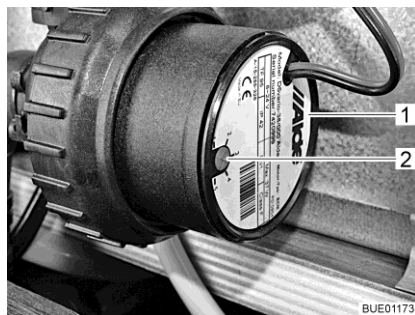

Bild 125 Drehzahlreduzierung
Mit dem Drehregler (Bild 125,2) kann die Drehzahl der Umwälzpumpe eingestellt werden. Bei reduzierter Drehzahl verringern sich die Laufgeräusche der Pumpe.
Der Drehregler befindet sich an der Umwälzpumpe (Bild 125,1).
- Den Drehregler (Bild 125,2) gegen den Uhrzeigersinn drehen. Die Leistung ist verringert.